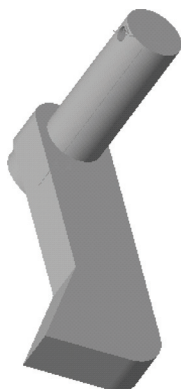

图 11-80 连接装配元件
STEP 06 单击“完成”按钮, 即可连接装配元件，效果如图 11-80 所示。